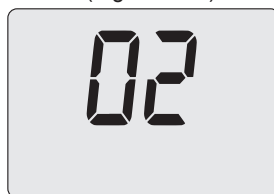

Figura 9.16
- Premendo il tasto 13 (Figura 9.11) si ottiene la conferma del valore inserito e l'attivazione della funzione. (Figura 9.16).